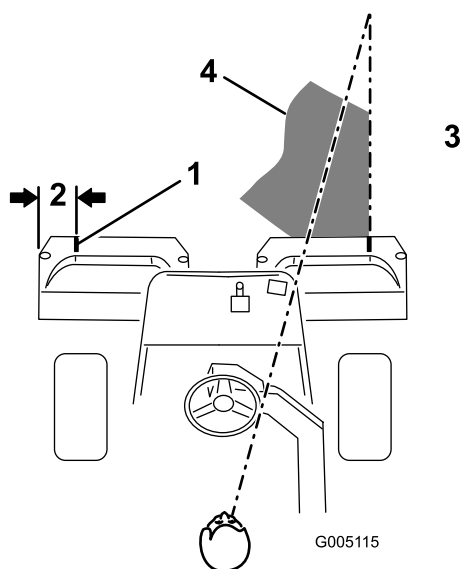
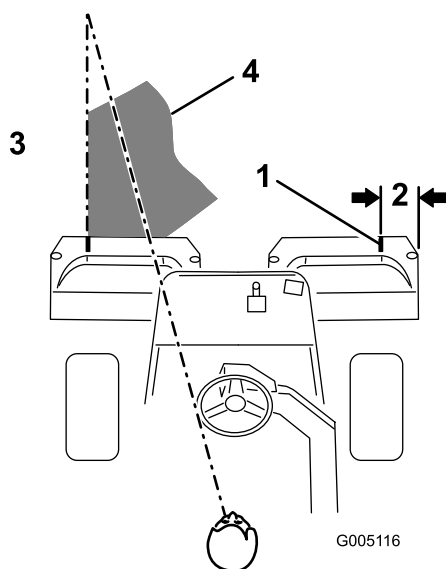

Figura 39
Figura 40
- Coloque un trozo de cinta blanca o pinte una raya en cada recogehierbas, paralelo al borde exterior de cada uno (Figura 39).
3. Debe haber un solape mínimo con las pasadas anteriores. Para ayudar a mantener una línea recta a través del green y mantener la máquina a la misma distancia de la pasada anterior, establezca una línea imaginaria aproximadamente de 1,8 a 3 m por delante de la máquina hasta el extremo de la parte no segada del green (Figura 39 y Figura 40). Puede ser útil incluir el borde exterior del volante como parte de la línea imaginaria, es decir, mantener el borde del volante alineado con un punto que se mantiene siempre a la misma distancia de la parte delantera de la máquina (Figura 39 y Figura 40).